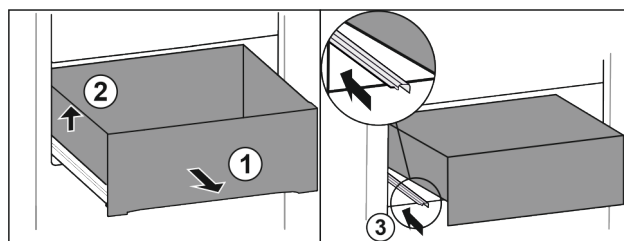

Fig. 126
- Schubfach bis zum Anschlag herausziehen. Fig. 126 (1)
- Schubfach links anheben. Fig. 126 (2)
- Linke Schiene einschieben. Fig. 126 (3)